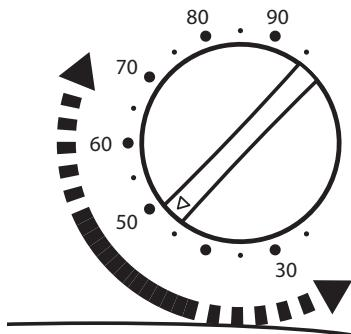

FIGURA 15: Dial
2. Gire el dial para que apunte a la humedad conocida en la zona. "FIGURA 15: Dial".